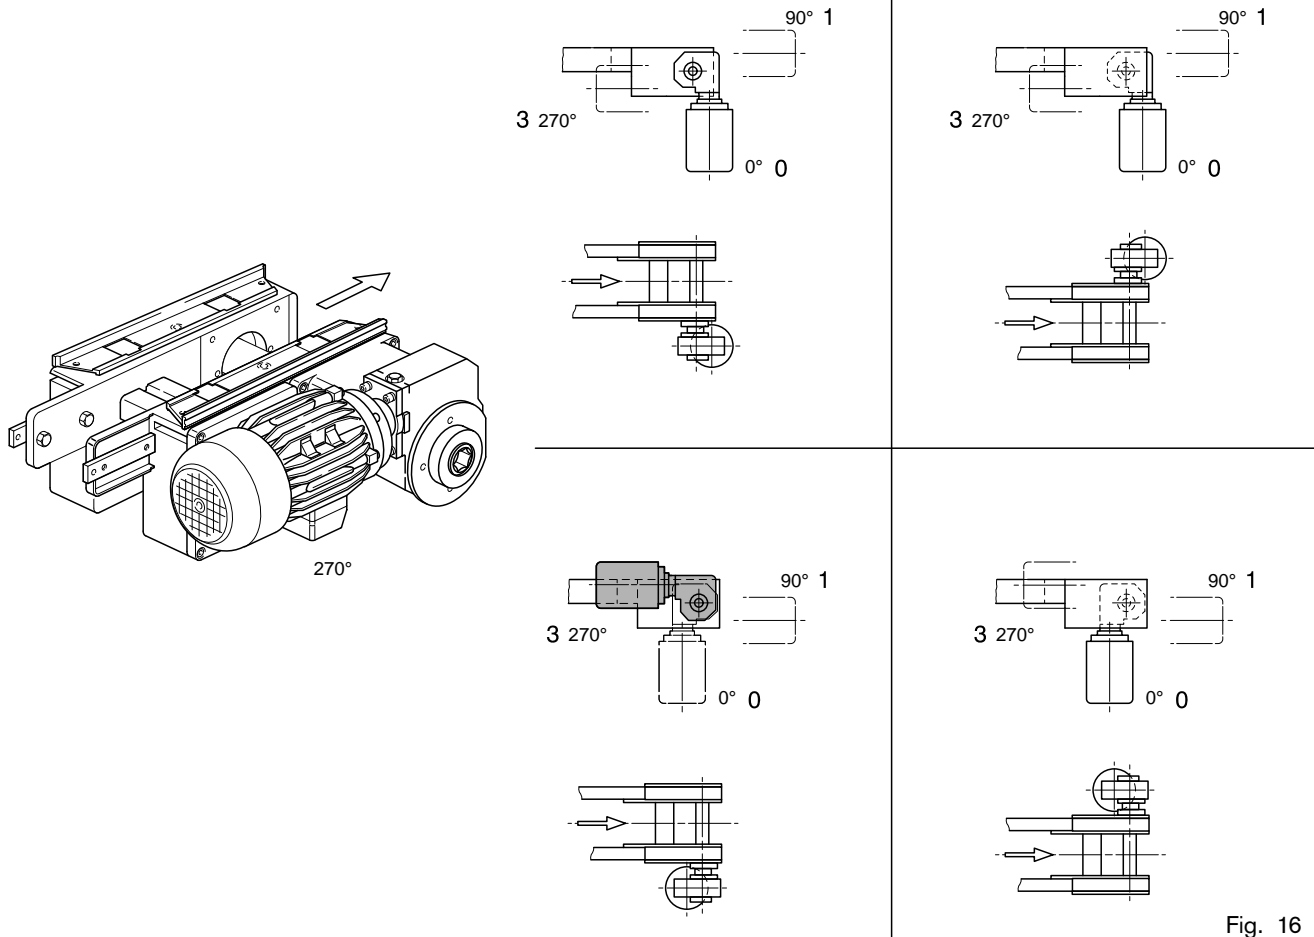

Fig. 16
■ **Standardversion (Fig. 16)**
Weitere mögliche Motoranbaulagen:  $0^\circ = 0$ ,  $90^\circ = 1$  (Fig. 16).
■ **Standard version (Fig. 16)**
Other possible motor positions:  $0^\circ = 0$ ,  $90^\circ = 1$  (Fig. 16).
■ **标准款式 (Fig. 16)**
$0^\circ = 0$ ， $90^\circ = 1$  (Fig. 16)。